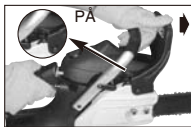

Fig. 7B
2. KEDJEBROMSEN är FRÅNKOPPLAD (kedjan stoppad) när bromsspaken är i det främre läget och kedjebromsens spärr är i läget PA. Det ska inte gå att flytta kedjan. (Fig. 7B)